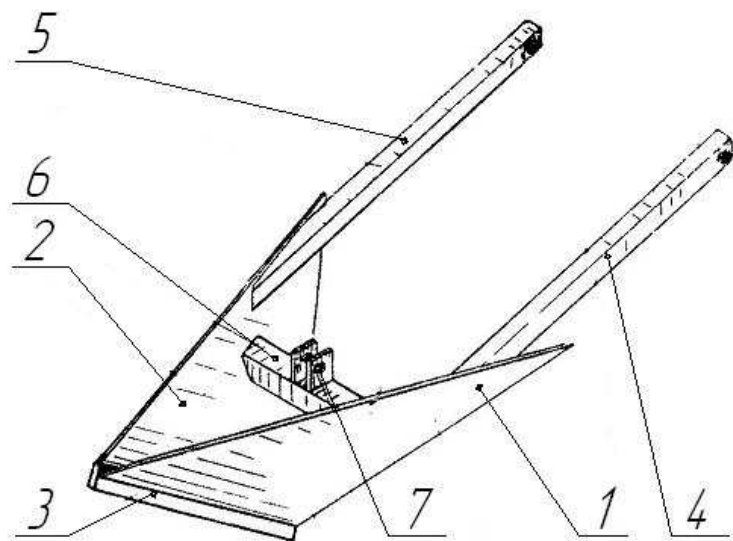

Рис. 11. Сошник МНС 05 000
4.5. Сошник МНС 05.000 (рис.11) представляет собой сварную конструкцию с тупым углом вхождения в почву.